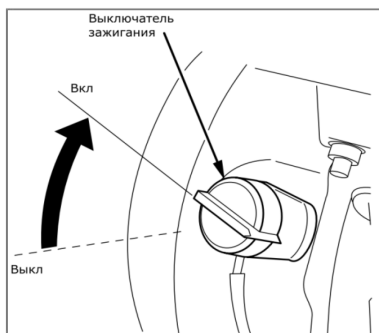

Рис. 23
- Выключатель зажигания установите в положение ON (Включено) (рис. 23).